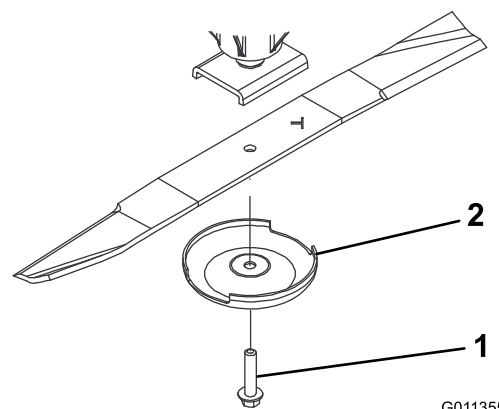

Figura 65
3. Instale la cuchilla, con la vela hacia la unidad de corte, con el protector de césped y el perno de la cuchilla (Figura 65). Apriete el perno de la cuchilla a $115-149$ N·m ($85-110$ pies-libra).
2. Sujete el extremo de la cuchilla usando un paño o un guante grueso. Retire del eje de la cuchilla el perno de la cuchilla, el protector de césped y la cuchilla (Figura 65).